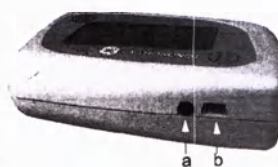

Рис. 5-1 Гнезда для кабеля подключения к ПК
- Подключите монитор TONOPORT VI к ПК: с помощью кабеля 2001589-040, если используется USB-порт монитора TONOPORT VI (b, Рис. 5-1)
- с помощью кабеля 2001589-011, если используется последовательный порт монитора TONOPORT VI (a, Рис. 5-1)
Чтобы использовать USB-порт монитора TONOPORT VI (b, Рис. 5-1), необходимо сначала установить драйвер USB и проверить соединение, как описано ниже.